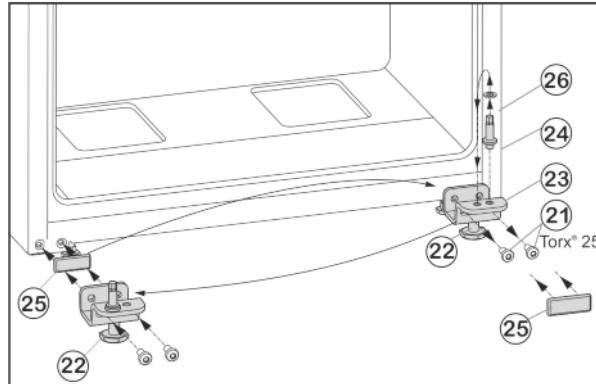

Fig. 9
- ▶ Открутите крепежные винты Fig. 9 (21).
- ▶ Снимите нижний опорный кронштейн Fig. 9 (23) вместе с опорным пальцем Fig. 9 (24), шайбой Fig. 9 (26) и регулируемой опорой Fig. 9 (22).
- ▶ Открутите опорный палец Fig. 9 (24) вместе с шайбой Fig. 9 (26) и, переставив в отверстие на противоположной стороне опорного кронштейна, снова прикрутите.
- ▶ Аккуратно снимите защитную пластины Fig. 9 (25) и переставьте ее на противоположную сторону.
- ▶ Прикрутите нижний опорный кронштейн Fig. 9 (23) вместе с опорным пальцем Fig. 9 (24), шайбой Fig. 9 (26) и регулируемой опорой Fig. 9 (22) с новой стороны шарнира (с моментом 4 Нм), при необходимости используйте аккумуляторный шуруповерт.
- ▶ Установите дверь сверху на опорный палец Fig. 9 (24).
- ▶ Выверните регулируемую опору Fig. 9 (22) на нижнем опорном кронштейне Fig. 9 (23) до ее соприкосновения с полом.